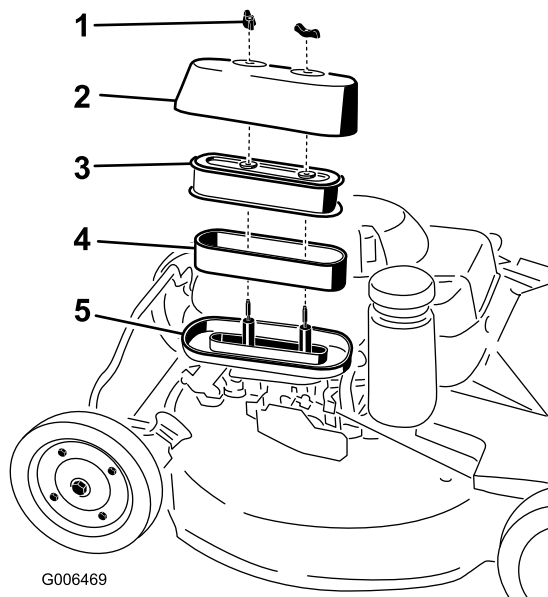

Figura 21
3. Retire los 2 tuercas que fijan la tapa (Figura 21).
5. Separe cuidadosamente de la base los elementos de gomaespuma y de papel (Figura 21).
6. Separe el elemento de gomaespuma del elemento de papel (Figura 21).